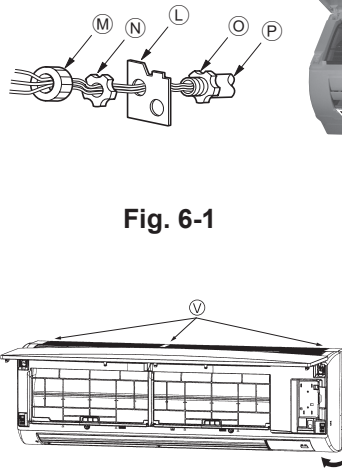
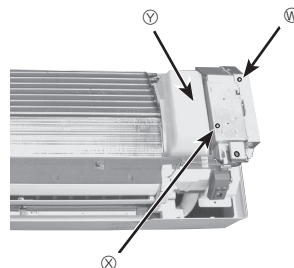

Fig. 6-3
Fig. 6-4
- ③ Défaire 3 crochets. (Fig. 6-3)
- ④ Maintenir la partie inférieure des 2 extrémités du panneau et la tirer légèrement vers vous, puis déposer le panneau en le poussant vers le haut.
- ⑤ Retirer les couvercles avant et latéral du boîtier électrique (1 vis pour chacun). (Fig. 6-4)
- ⑥ Retirer le dispositif d'arrêt de l'eau. (Fig. 6-4)
- ⑦ Retirer la vis du cache. (Fig. 6-4)